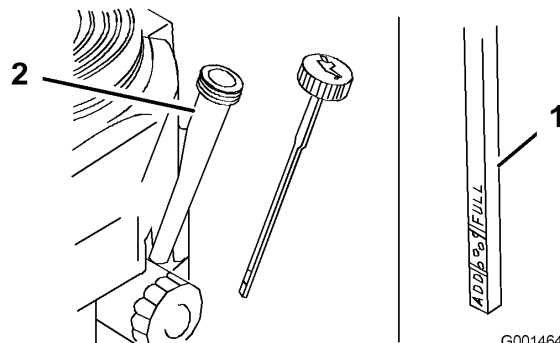

Figure 24
4. Nettoyez la surface autour de la jauge d'huile (Figure 24) pour éviter que des impuretés ne s'introduisent dans le goulot de remplissage, ce qui risquerait d'endommager le moteur.
5. Retirez la jauge d'huile et essuyez soigneusement son extrémité (Figure 24).
6. Remettez la jauge au fond du tube de remplissage, mais sans la visser (Figure 24).
- Versez avec précaution environ 80% de la quantité d'huile spécifiée dans le goulot de remplissage (Figure 24)